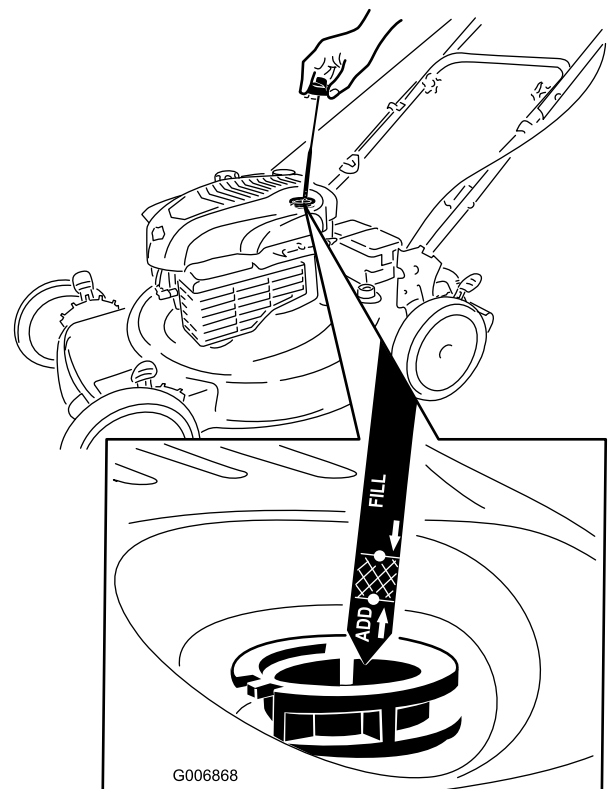

Figura 6
1. Togliete l'asta di livello (Figura 6).
2. Versate **lentamente** l'olio nel tubo di riempimento finché non raggiunge il segno di **pieno** sull'asta (Figura 6). **Non riempite troppo.** (Riempimento massimo: 0,59 litri, tipo: olio detergente SAE 30)